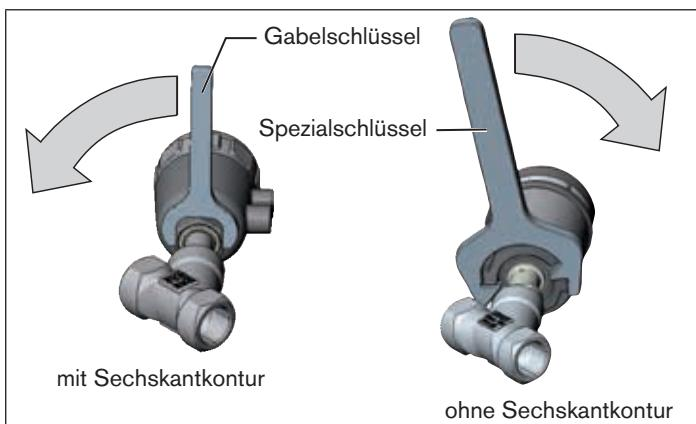

Bild 15: Drehen mit Spezialschlüssel / Gabelschlüssel
- Antriebsmodul nur im vorgegebenen Richtungssinn drehen (siehe „Bild 15“).